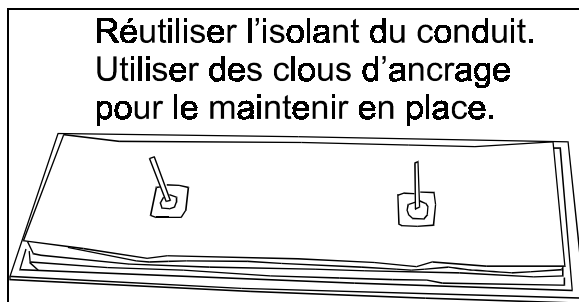

FIGURE 2
3. Installer l'isolant sur la plaque de fermeture et fixer la plaque en utilisant des rivets d'aluminium de 1/8 pouce (voir les figures 2 et 3).